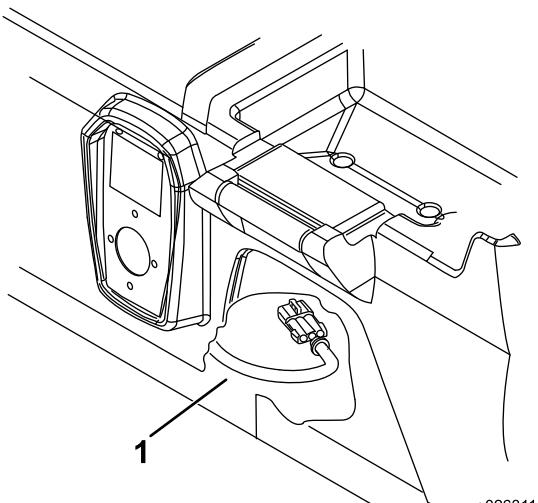

Bild 3
- Fassen Sie unter das Sitzunterteil und schließen Sie den Ladekabelbaumanschluss ab (Bild 3).
1. Fassen Sie unter das Sitzunterteil und schließen Sie den Ladekabelbaumanschluss ab (Bild 3).